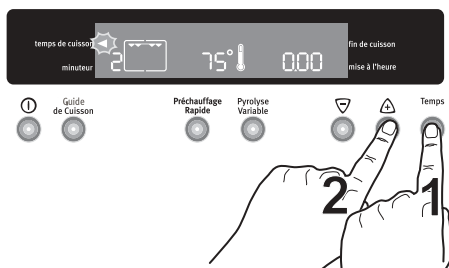

Fig. 10
2. Appuyez sur la touche "**Temps**" pour sélectionner la fonction "**Temps de cuisson**". Le voyant "**temps de cuisson**" clignote et «0.00» s'affiche (Fig. 10).